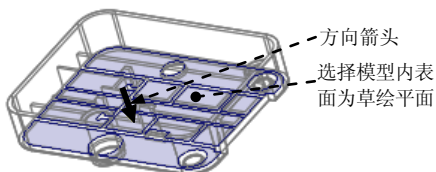

图 20.12 定义草绘平面
(1) 单击 **分型面** 操控板 **曲面设计** 区域中的“填充”按钮 ，此时系统弹出“填充”操控板。
(2) 定义草绘截面放置属性。右击，从弹出的菜单中选择 **定义内部草绘...** 命令；选择图 20.12 所示的模型内表面为草绘平面，接受图 20.12 中默认的箭头方向为草绘视图方向，然后选取 MOLD_FRONT 基准平面为参考平面，方向为 **右**，单击 **草绘** 按钮，进入草绘环境。